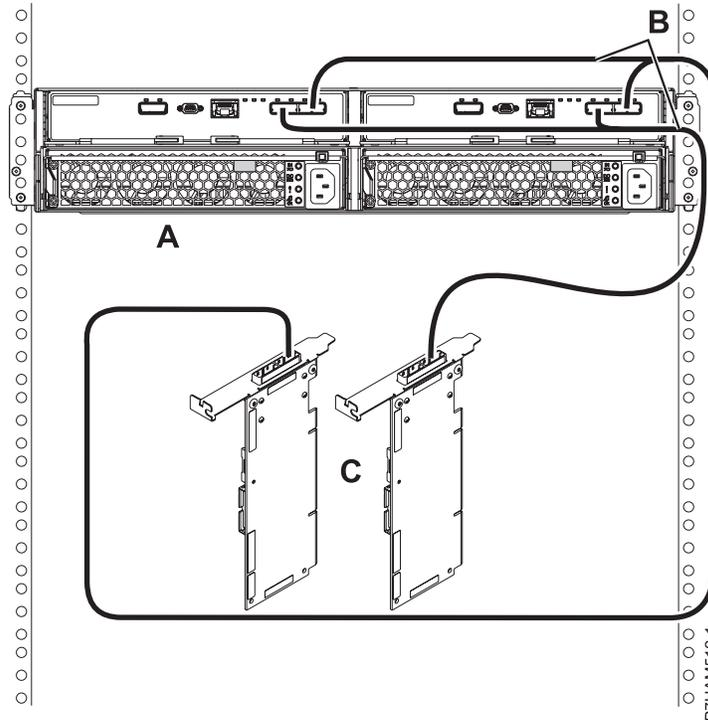

Abbildung 37. Anschließen des Plattenlaufwerkgehäuses 5887 nach Modus 1 mit YO-Kabeln an ein SAS-Adapterpaar
11. Schließen Sie das Plattenlaufwerkgehäuse 5887 (A) nach Modus 1 mit YO-Kabeln (B) an ein SAS-Adapterpaar (C) an (siehe Abb. 37 auf Seite 86).